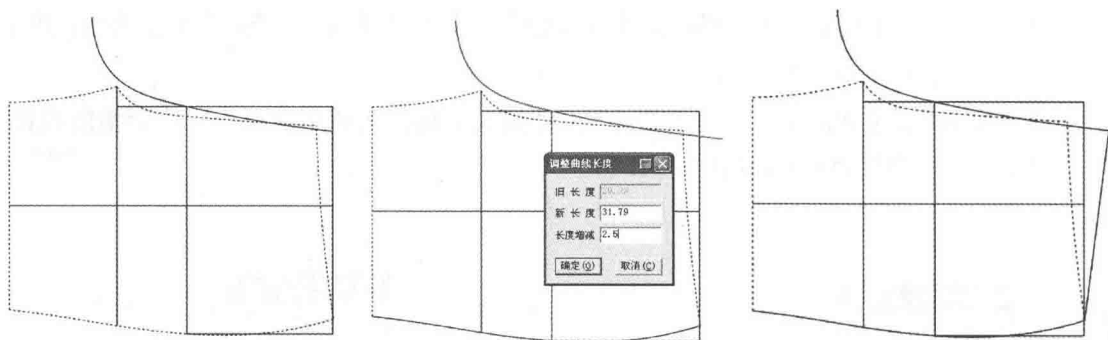

图 7-115 画后浪弧线步骤 2
(32) 选择  【调整】工具调顺后浪弧线。
(33) 选择  【智能笔】工具按着【Shift】键,右键点击后浪弧线,进入【调整曲线长度】功能。输入增长量 2.5cm (图 7-115)。
(34) 选择  【智能笔】工具将腰口二端相连。